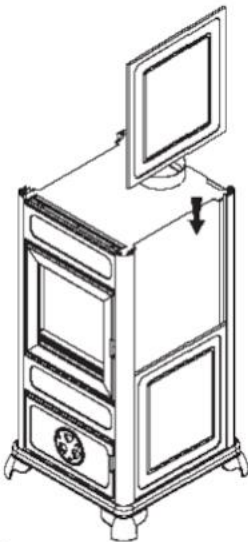

fig. 5
- Infilare le ceramiche, dall'alto verso il basso, fig. 5